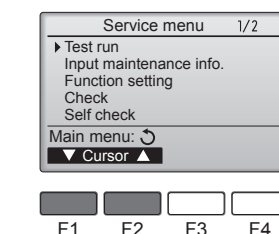

Fig. 7-1
- ① Seccione "Test run" (Testar funcio.) no menu Serviço e prima o botão [OK]. (Fig. 7-1)